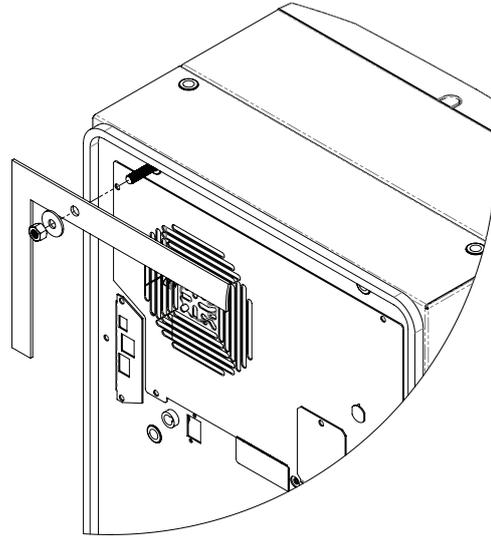

Abbildung 2
2. Befestigen Sie die mitgelieferten Gewindestifte an den entsprechenden Blindmuttern an der Rückplatte; siehe Abbildung 2.